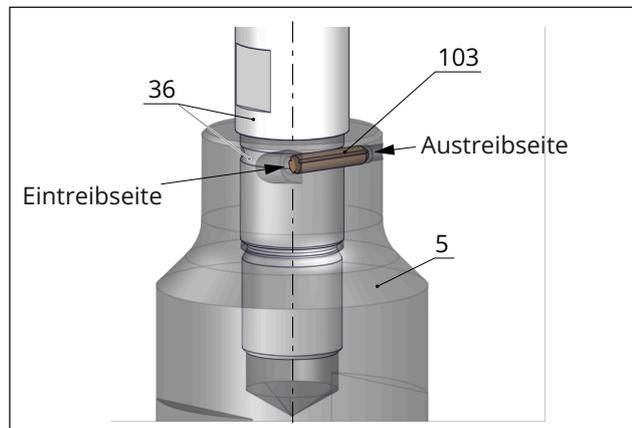

Bild 28: Sicherungsstift zwischen Kegel und Kegelstange bzw. Kolben und Kolbenstange (Prinzipdarstellung)
Kegel und Kegelstange sind miteinander verschraubt. Um ein ungewolltes Losdrehen des Kegels von der Kegelstange zu vermeiden, wird die Verbindung der beiden Bauteile mit einem tangential eingesetzten Stift zusätzlich gesichert, vgl. Bild 28. Zum Wechseln des Kegels wie folgt vorgehen:
1. Kegel (5) fest in einen Schraubstock einspannen.
2. Den Sicherungsstift (103) mit einem geeigneten Werkzeug (Dorn) von der Austreibseite her aus dem Kegel ausschlagen, vgl. Bild 28.
3. Die Kegelstange (36) mit einem geeigneten Werkzeug vom Kegel (5) abschrauben.
5. Neuen Kegel (5) fest in einen Schraubstock mit Schutzbacken einspannen. Sicherstellen, dass der Kegel dabei nicht beschädigt wird.
6. Kegelstange (36) in den Kegel (5) einschrauben und mit einem geeigneten Werkzeug anziehen. Anzugsmoment beachten.
7. Neuen Sicherungsstift (103) von der Eintreibseite her in die Bohrung des Kegels einsetzen und bis zum Anschlag mit einem geeigneten Werkzeug (Dorn) eintreiben.